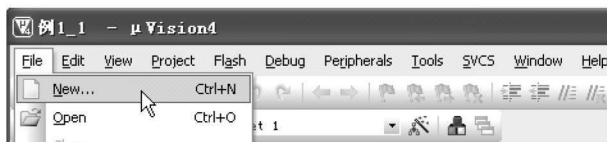
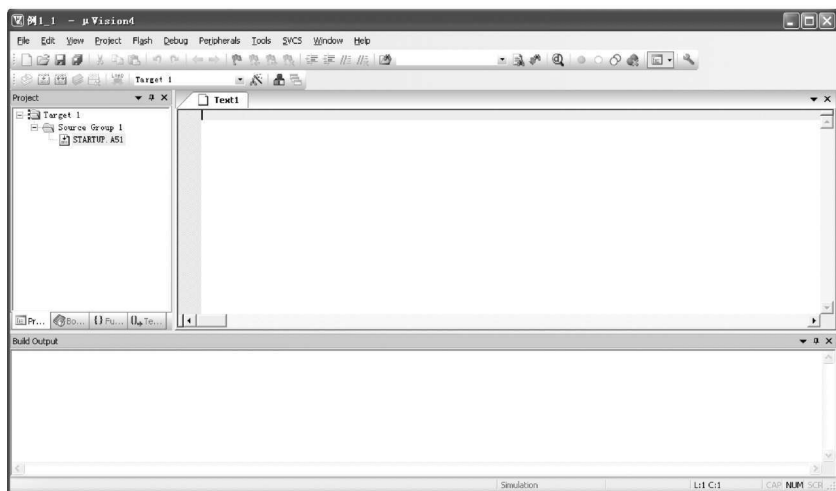

图 1.2.9 新建文件
图 1.2.10 新建文件后的窗口界面
(5) 新建文件。顺序单击菜单“File→New”选项，或者单击工具栏的  按钮来新建文件，如图 1.2.9 所示。新建文件以后的窗口界面如图 1.2.10 所示。